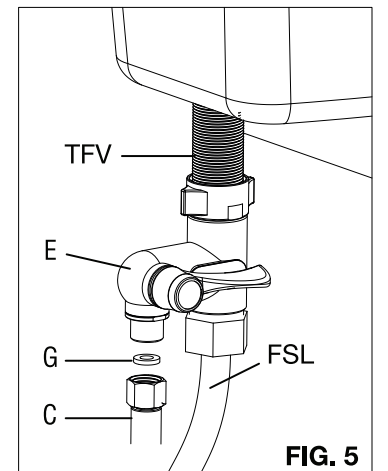
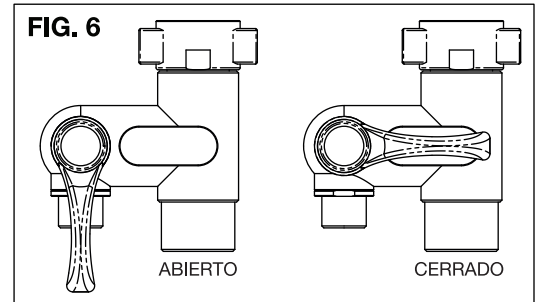
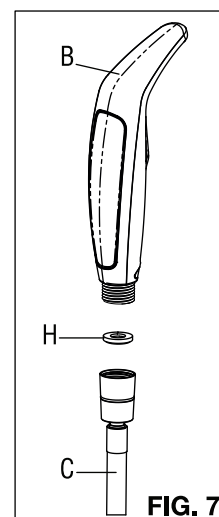

FIG. 5
FIG. 6
FIG. 7
3. Re-connect Flexible Supply Line (FSL) to the Diverter Valve (E). Make sure that the Diverter Valve (E) is in **OFF** position. [Fig.5] (For Diverter ON/OFF positions please refer to Fig. 6).
4. Place Small Rubber Flat Washer (G) into the small end of the Flexible Hose (C). Screw the small end of the Flexible Hose (C) onto the small male threaded nipple on the Diverter Valve (E). Tighten with an adjustable wrench. Do not over tighten. [Fig.5]
5. Place Large Rubber Flat Washer (H) into large ferrule nut on end of Flexible Hose (C). Screw ferrule nut onto male nipple on the end of the Sprayer Body (B) [Fig.7]. **Hand tighten only.**
- Reconecte la Línea de Abasto (FSL) a la Válvula Divertor (E). Asegurese que la Válvula Divertor (E) se encuentra la posición **OFF** [Fig. 5]. (Ver Fig. 6 para referencia de posiciones ON/OFF)
- Coloque la Arandela Pequeña Plana de Goma (G) al terminal hembra pequeño del Manguera Flexible (C) y enrosquelo en la sección macho pequeña de la Válvula Divertor (E). Utilice una llave ajustable. [No hace falta sobre-apretar]
- Coloque Arandela Grande Plana de Goma (H) dentro del terminal grande de la Manguera Flexible (C) [Fig.7] **Solamente ajuste a mano.**
- Reconnectez la Conduite d'Alimentation Flexible (FSL) à l'Inverseur (E). Assurez-vous que l'Inverseur (E) est en position **ARRÊT**. [Fig.5] (Pour les positions **MARCHE/ARRÊT** de l'Inverseur, veuillez consulter la Fig. 6).
- Placez la Petite Rondelle Plate en Caoutchouc (G) dans la Petite Extrémité du Tuyau Flexible (C). Vissez la Petite Extrémité du Tuyau Flexible (C) sur le petit raccord fileté mâle de l'Inverseur (E). Serrez à l'aide d'une clé à molette. Ne serrez pas trop. [Fig. 5]
- Placez la grande Rondelle Plate en Caoutchouc (H) dans le grand écrou à virole à l'extrémité du Tuyau Flexible (C). Vissez l'écrou à virole sur le raccord mâle à l'extrémité du corps de la Corps de Douchette (B) [Fig.7]. **Serrez à la main uniquement.**